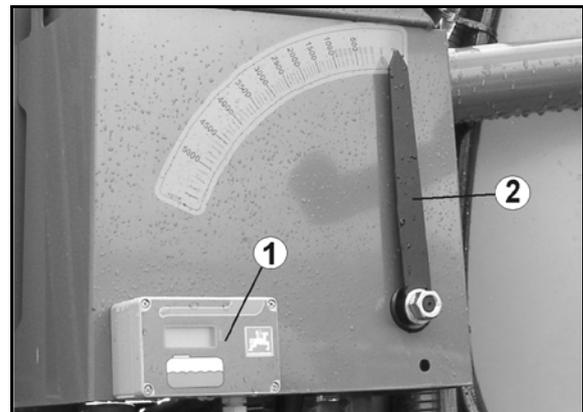

図 55
- 電子装置 (図 55/1) (オプション) により
- 機械装置 (図 55/2) により